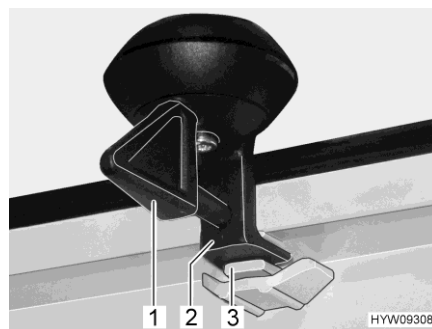

Fig. 52 Bloqueo (posición de ventilación)
- Girar la palanca (Fig. 52,1) un cuarto de vuelta. El bloqueo (Fig. 52,2) tiene que deslizarse al interior de la escotadura superior (Fig. 52,3).